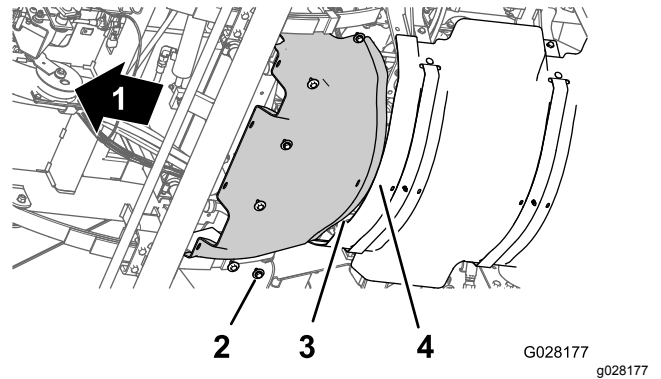

图42
1. 将前隔热罩上的后凸缘与后隔热罩上的前凸缘对齐图 42。
2. 将前隔热罩上的孔与底盘上的螺纹孔对齐图 42。
3. 使用 拆下前隔热罩 (页码 32) 的步骤 4 中卸下的 6 个六角头螺栓和 6 个垫圈图 42 将前隔热罩组装到机器上。